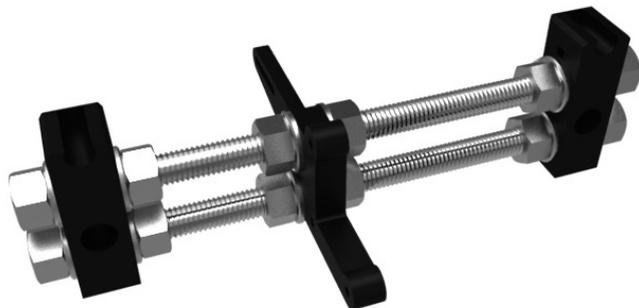

图 3-32 安装后侧角座
(4) 按同样的方法安装后侧脚座。这里同样需要使用两根 M10*210mm 的丝杆,中间的结构件换成 Y Motor,然后按同样的方法插入两个 Y Corner 中,接着组装螺母和垫片,如图 3-32 所示。